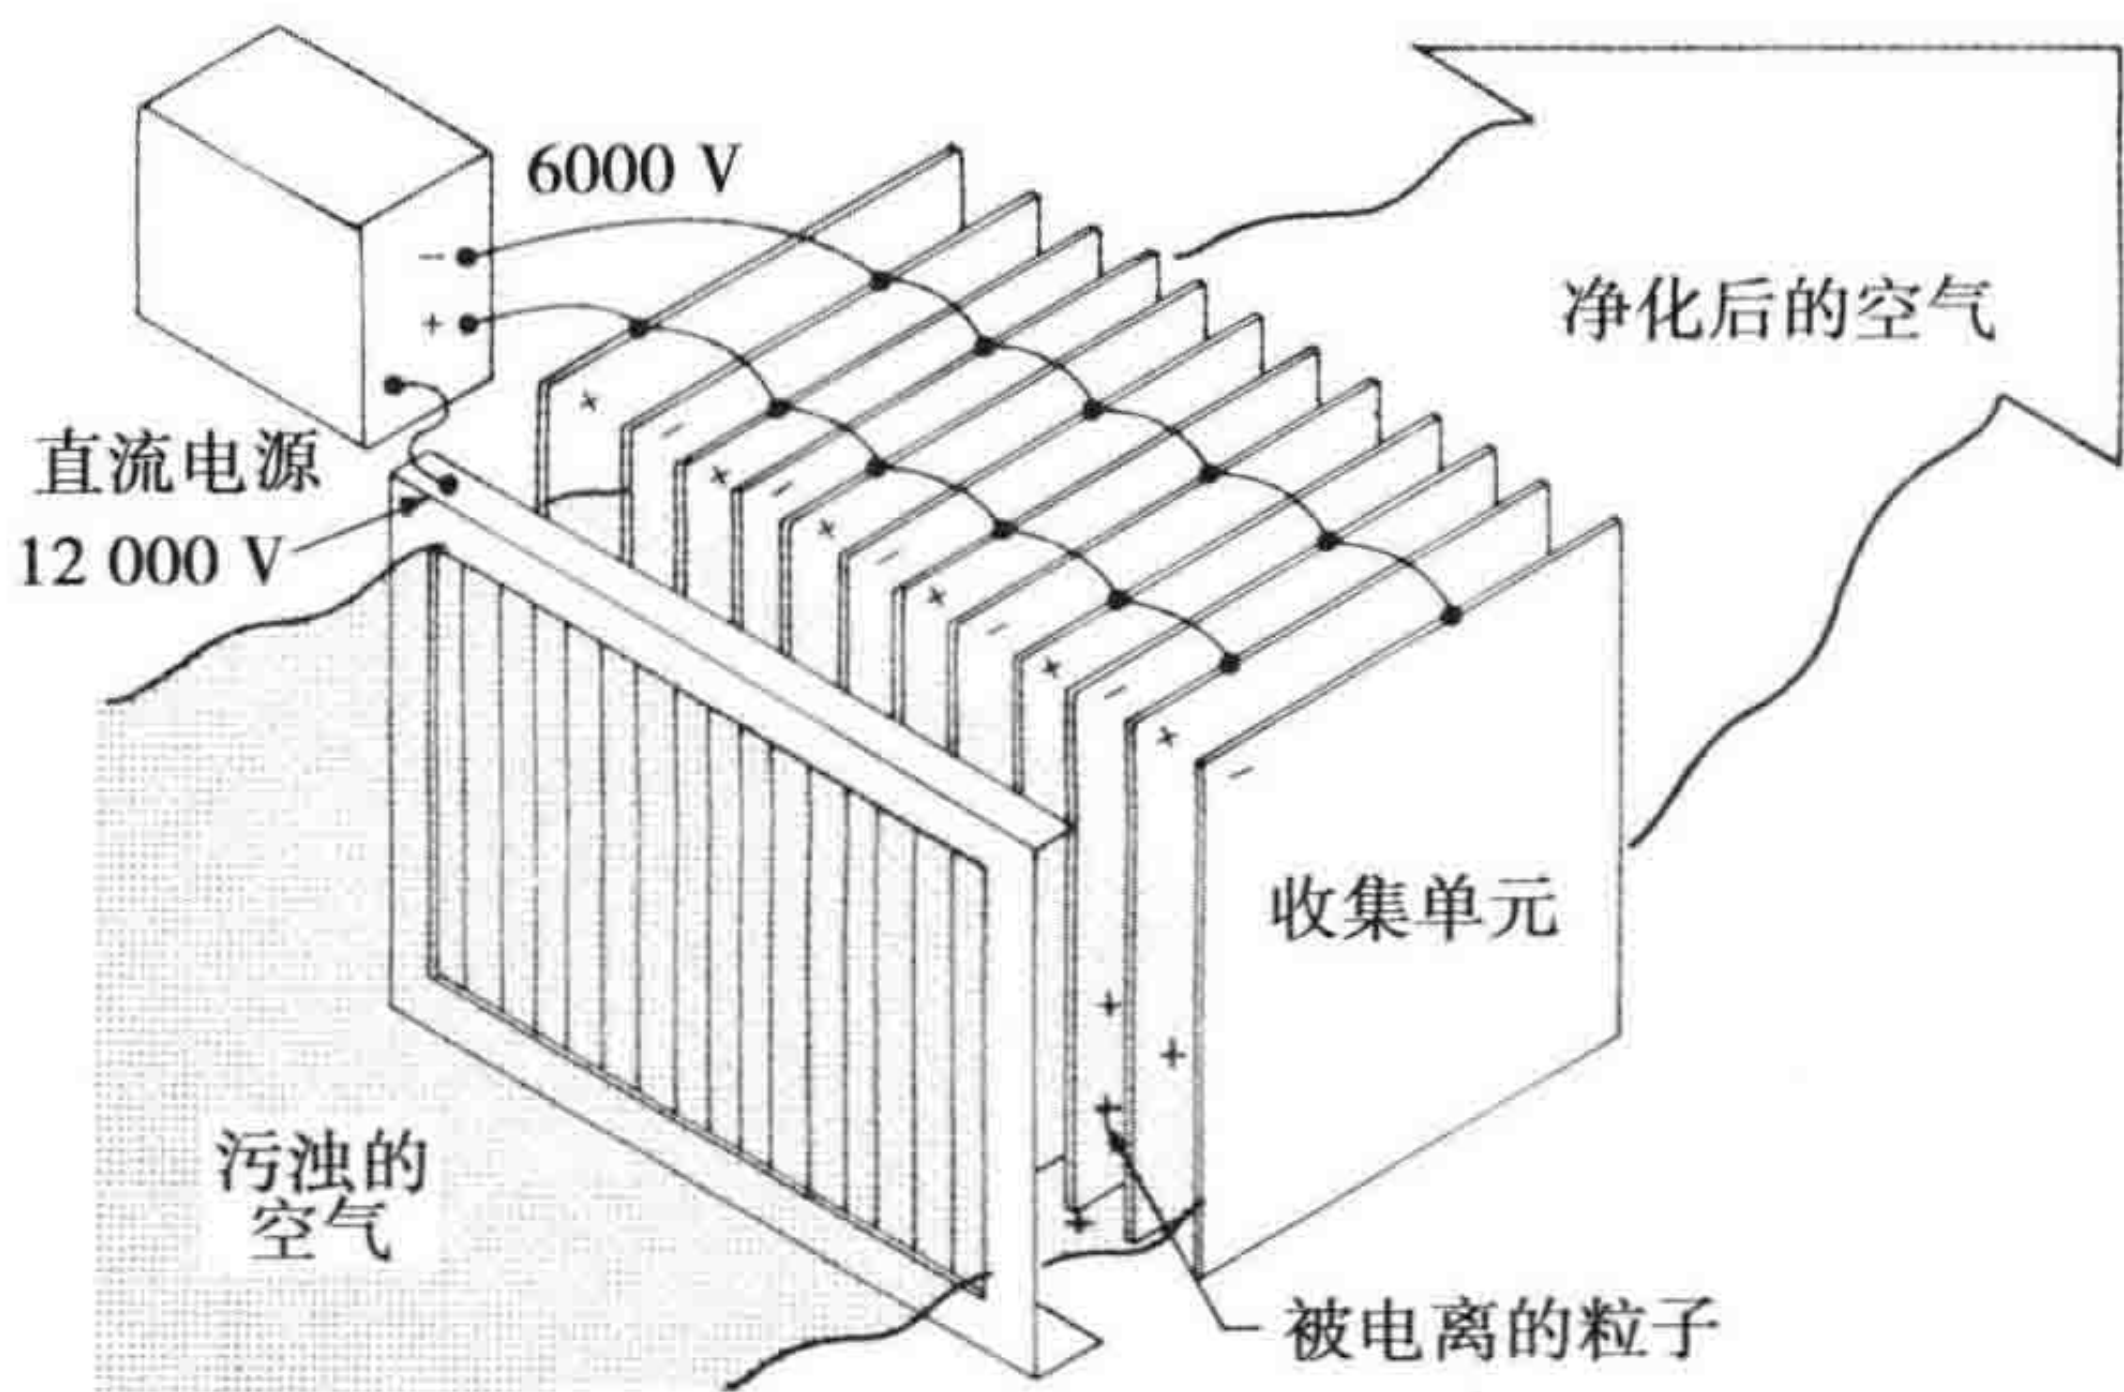

图 I-5 静电除尘器的工作原理
- **摩擦** 当两种材料相互摩擦时也可能会产生电。例如，鞋子相对地毯的运动会引起静电。静电的实际应用如在砂纸生产和空气净化中可以见到（见图 I-5）。